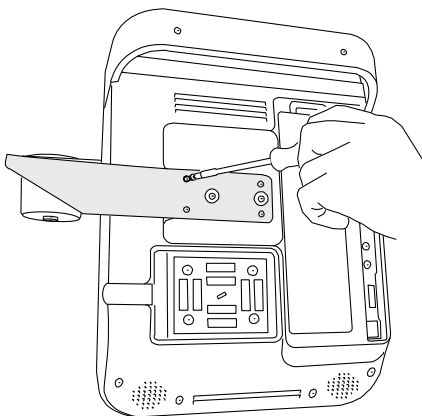

Figure 2 Serrer les vis sur le porte-sonde
- 2 À l'aide d'un tournevis cruciforme, resserrer les quatre vis. Voir Figure 2.
- ❖ Utiliser un tournevis cruciforme, desserrer les quatre vis situées à l'arrière du porte-sonde. Voir Figure 2.